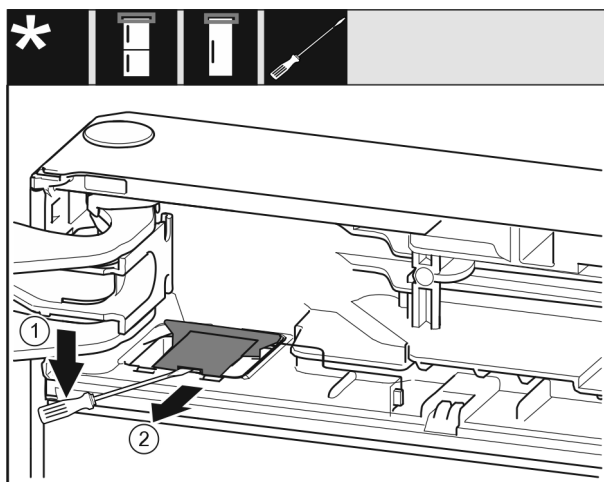

Fig. 10
- Cu o șurubelniță plată deblocați capacul Fig. 10 (1).
- Îndepărtați capacul Fig. 10 (2).